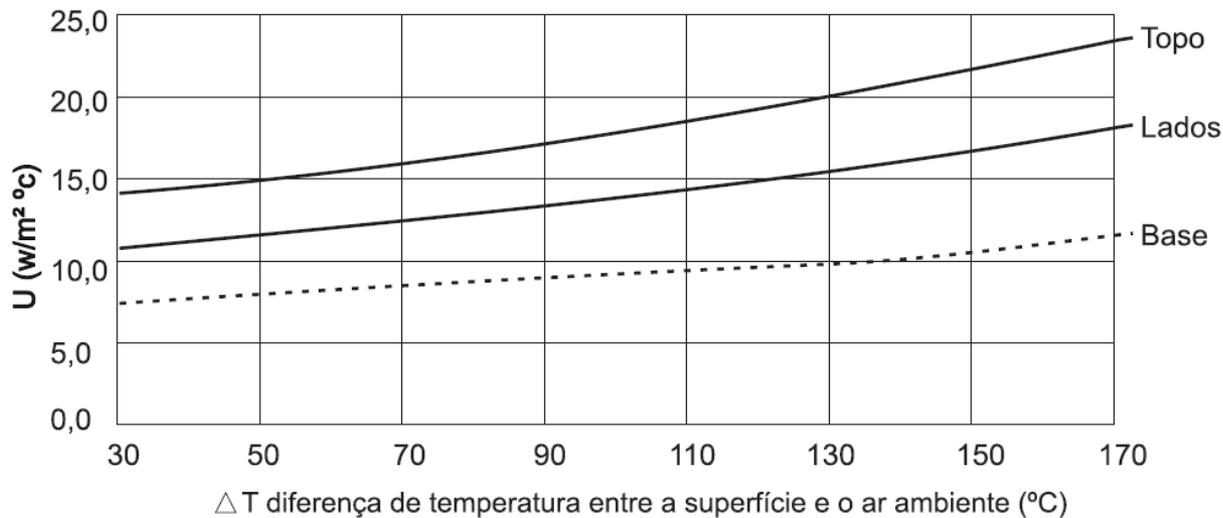

Figura II.6 - Coeficiente global de transferência calor de uma superfície plana de aço
- A Figura II.6 fornece alguns valores típicos para o coeficiente global de transferência de calor e para a transferência de calor de uma superfície plana de aço para o ar ambiente.
- Os valores de coeficiente global de transferência de calor mostrados na Figura II.6 são somente para condição de ar parado.